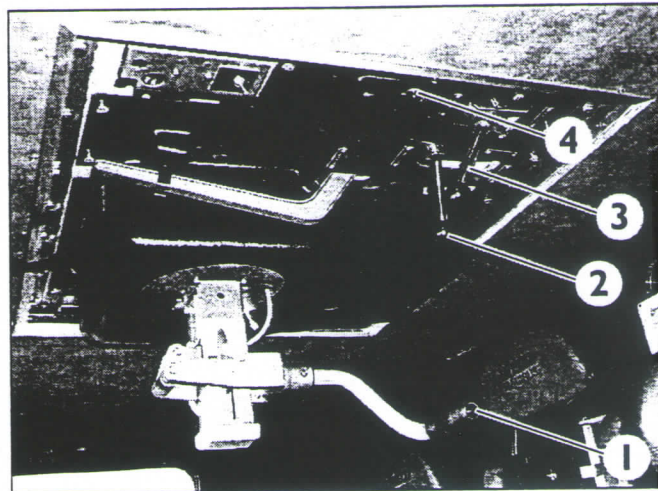

Fig. 45/I Elementos de comando do monitor de extinção do teto
- Acione o gatilho na alavanca de comando (Fig. 45/I, Pos. 1).
- A lâmpada-piloto *Linha de alimentação monitor do teto* aberta por cima da posição do motorista (Fig. 45/I, Pos. 4) acenderá.
- Uma serve para alterar de modo contínuo a forma do jato do canhão, entre Neblina (spray) e Jato sólido (jet) (Fig. 45/I, Pos. 2).
- A outra serve para alterar o caudal do canhão, entre Alto e Baixo (100% ou 50%) (Fig. 45/I, Pos. 3).